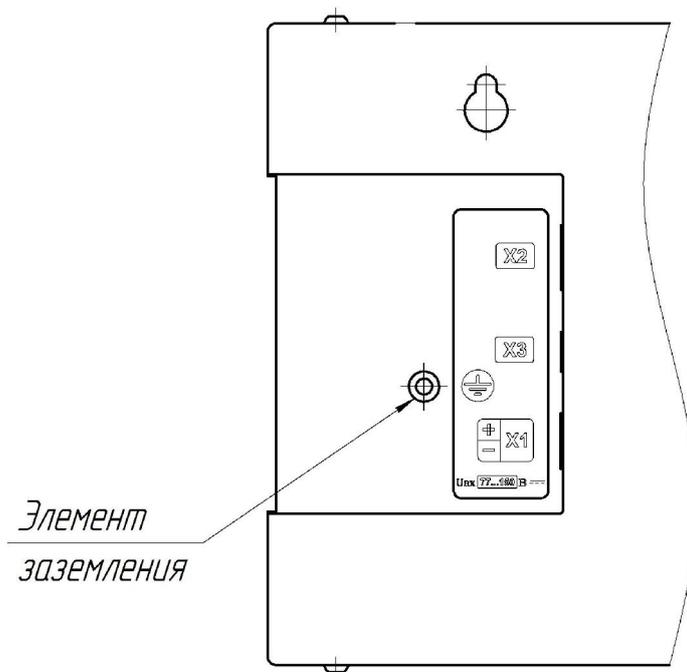

Рис.2 Панель разъемов ПИи 800x480
Разъемы для подключения панели расположены на задней стороне за съемной крышкой (см. рис.2)
4.2.5 Заземление панели осуществляется через резьбовую втулку с резьбой М4, расположенную в панели разъемов (см. рис.2).